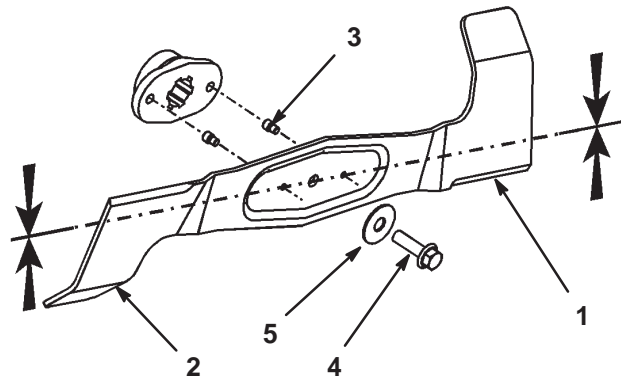

Bild 35
2. Untersuchen Sie die Schneidkanten (Bild 35). Bauen Sie die Schnittmesser aus, wenn die Kanten nicht scharf sind oder Kerben aufweisen. Schärfen Sie die Schnittmesser. Siehe Schärfen der Schnittmesser, Seite 32.
3. Untersuchen Sie die Schnittmesser, insbesondere die gebogenen Kanten (Bild 35). Bauen Sie ein neues Messer ein, wenn Sie eine Abnutzung oder Beschädigung dieses Bereichs feststellen.
4. Ersetzen Sie die Scherbolzen sofort, wenn sie gebrochen sind (Bild 35).
3. Entfernen Sie die Messerschraube, Scheibe und das Schnittmesser (Bild 35). Sie können einen Holzklotz zwischen das Schnittmesser und das Schneidwerk keilen, um das Schnittmesser beim Entfernen der Schraube zu blockieren.
- Bringen Sie das Schnittmesser, die Scheibe und die Messerschraube an (Bild 35).